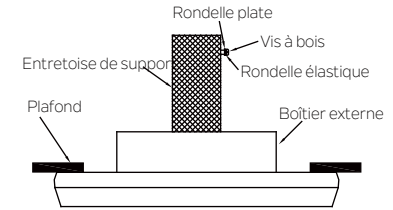

Fig. 11
Étape 1. Enfoncez une vis à bois et des rondelles dans le côté de l'entretoise qui maintient le boîtier externe. Laissez un espace de 3 mm (1/8") entre l'entretoise de support et la rondelle. (Fig. 11)